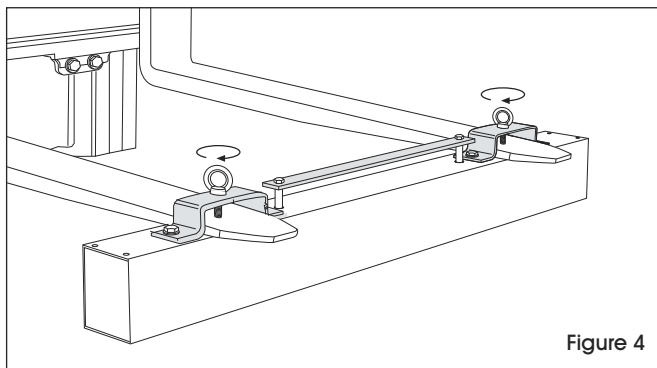

Figure 4
2. Serrez les boulons à œil lorsque l'aimant est centré et positionné comme souhaité. (Voir Figure 4)